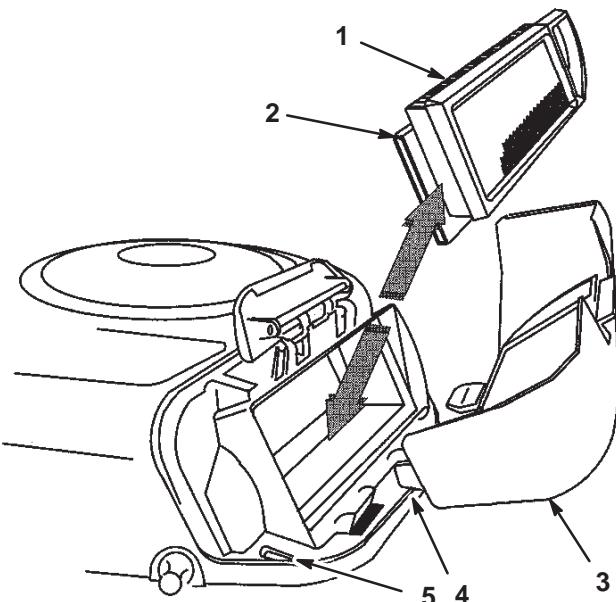

Bild 25
4. Schieben Sie den Papiereinsatz und das Schaumelement vorsichtig vom Gebläsegehäuse herunter (Bild 25).
2. Fluchten Sie die Nasen des Luftfilterdeckels mit den Schlitten im Gebläsegehäuse aus (Bild 25). Haken Sie den Griff in die Abdeckung ein und drücken auf den Griff, um diesen einzurasten.